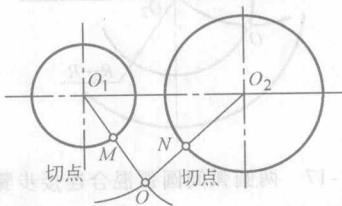

图 1-10 两圆弧间的圆弧外接步骤三
3) 连接  $OO_1$  交已知圆弧于  $M$ ，连接  $OO_2$  交已知圆弧于  $N$ ， $M$ 、 $N$  即为切点，如图 1-10 所示。